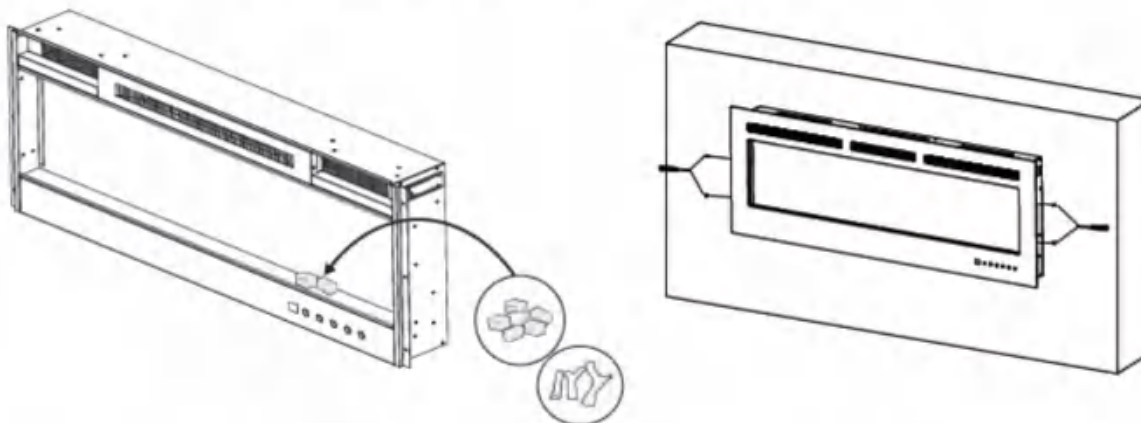

Abbildung 6
- I. Bringen Sie die Dekokristalle und Holzscheite an, indem Sie sie auf die Ablage im Inneren des Kamins legen. [Abbildung 6]